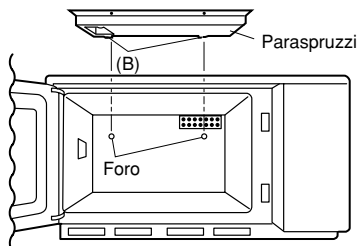

Fig. 2
1. Inserite le due sporgenze del paraspruzzi (B) nei fori della piastra posteriore della cavità del forno, come mostrato nella Fig. 2.